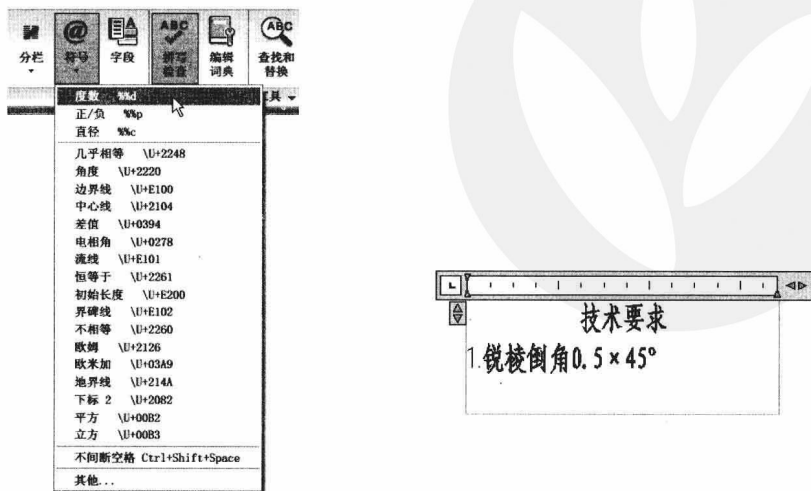

图 5-2-16
(1) 单击“常用”选项卡, 在“注释”面板中单击“多行文字”按钮, 单击两点确定文本输入框的尺寸。
(2) 在“设置格式”面板中选择“仿宋”字体, 文本输入框中输入文字, 单击“符号”按钮, 弹出常用符号列表及其控制代码或 Unicode 字符串, 选择“度数”, 该符号即可添加在文本框中, 如图5-2-16所示。